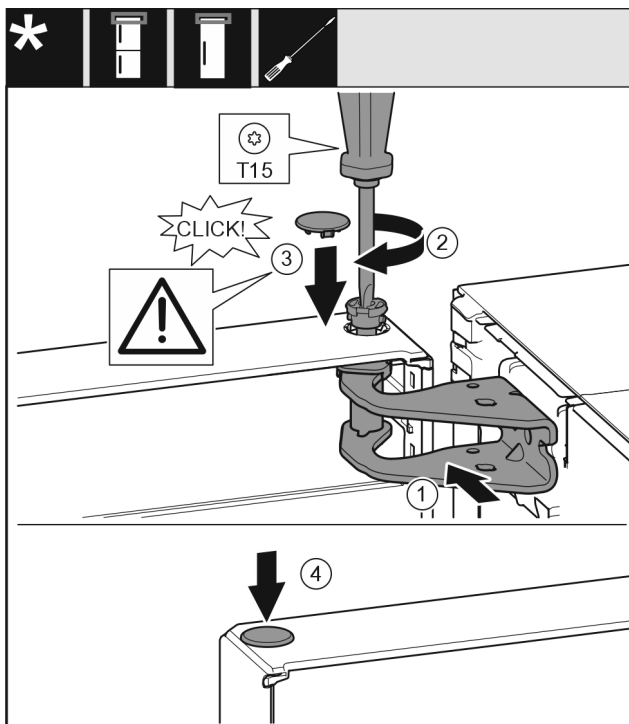

Fig. 17
- ▶ Выровняйте дверь сверху по отверстию в опорном кронштейне. Fig. 17 (1)
- ▶ Вставьте палец и затяните отверткой T15. Fig. 17 (2)
- ▶ Установите предохранительную крышку для защиты двери: Вставьте предохранительную крышку и проверьте, прилегает ли она к двери. В противном случае вставьте палец полностью. Fig. 17 (3)
- ▶ Вставьте заглушку. Fig. 17 (4)